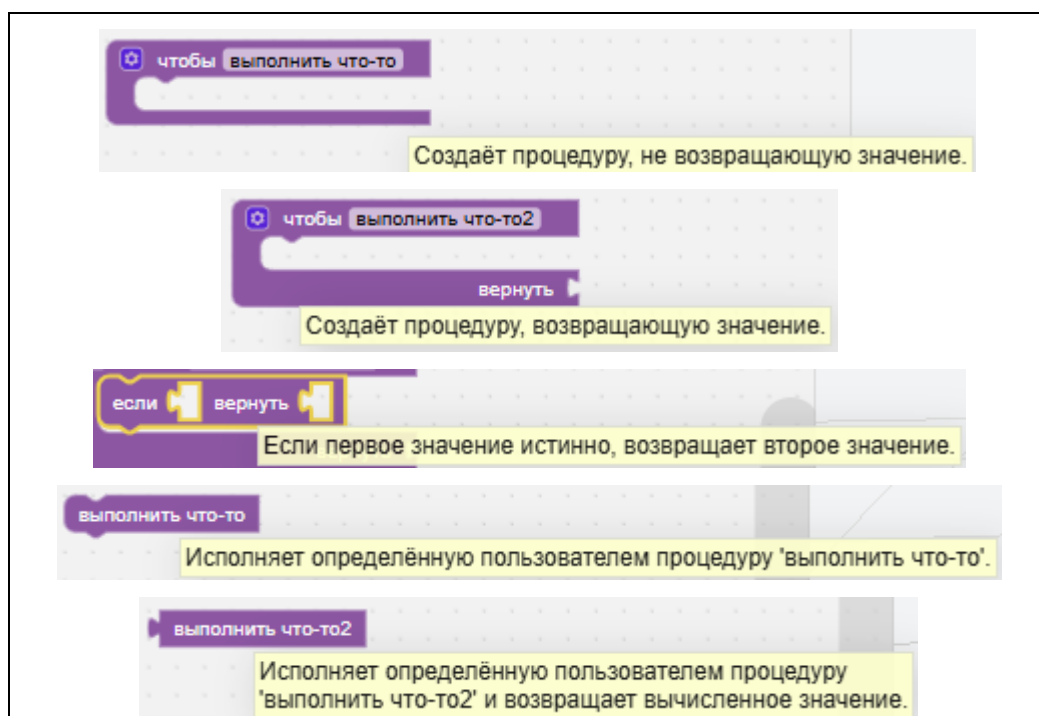

Рисунок II-24 – Блоки «Функции»
- е) блоки «Функции» – создание собственных процедур и именованных подпрограмм (см. Рисунок II-24);